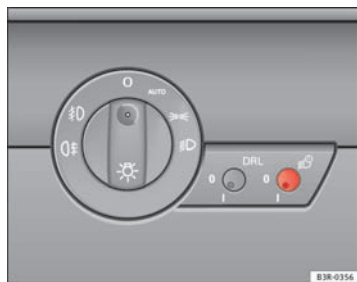

Fig. 87 Détail de la planche de bord : commande coming/leaving home
- Appuyez brièvement sur le bouton ⇒ fig. 87 afin de le dégager de sa position de réglage.